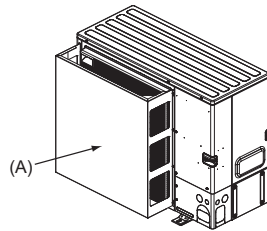

Abb. 2-5
- (2) Bringen Sie eine optionale Windschutzführung an, falls das Gerät an einem Ort installiert ist, an dem starker Wind wie etwa von einem Orkan usw. direkt in den Luftauslass eindringen kann. (Abb. 2-5)